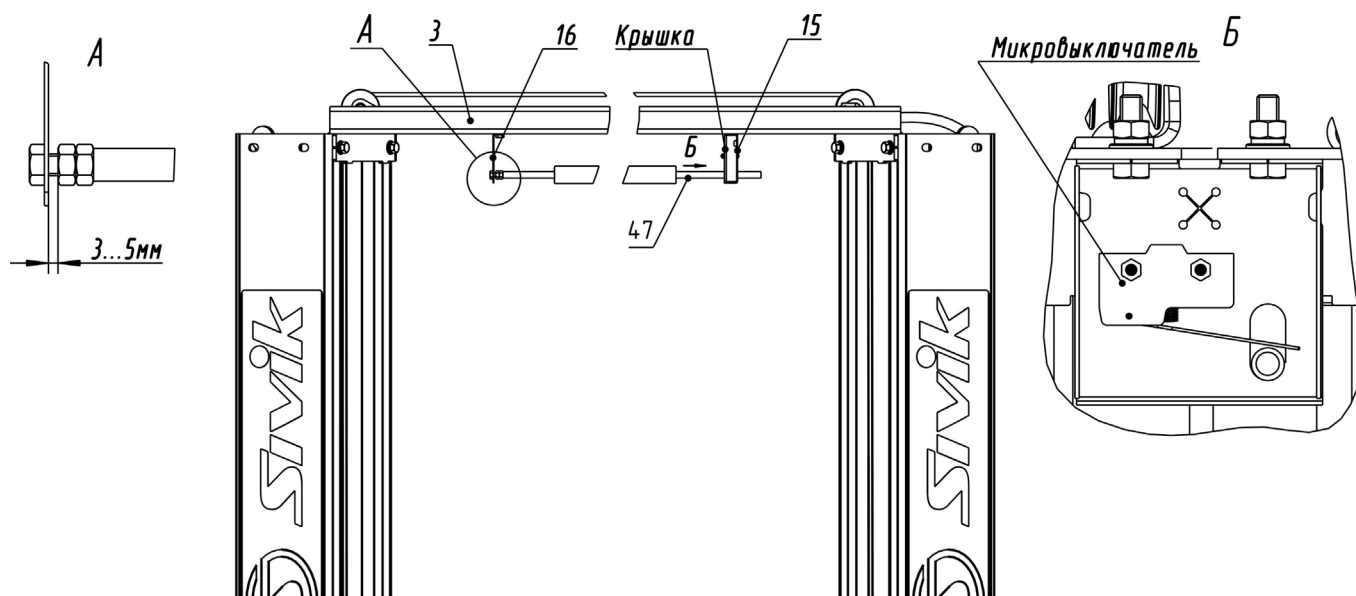

Рисунок 6.7 – Системы автоматического отключения привода насосной станции при касании автомобиля ограничительной трубки
6.12.2 Установить на перекладину 3 кронштейны 15 и 16 с помощью болтов М8х25, шайб d8, шайб d8 пружинных и гаек М8. Для установки кронштейна 15 временно снять крышку (рисунок 6.7). Ограничительную трубку 47 продеть через кронштейн 15 (при этом флажок микровыключателя должен быть над ограничительной трубкой) (рисунок 6.7 вид Б). Другой конец ограничительной трубки закрепить с помощью болта М8х25 и контргайки М8, выдержав зазор 3...5мм между контргайкой и кронштейном 16 (рисунок 6.7 вид А). Короткий кабель, выходящий из кронштейна 15 соединить с длинным кабелем, идущим в пульт управления. Кабель с помощью пластиковых хомутов закрепить к рукаву так, чтобы кабель не касался системы тросов.